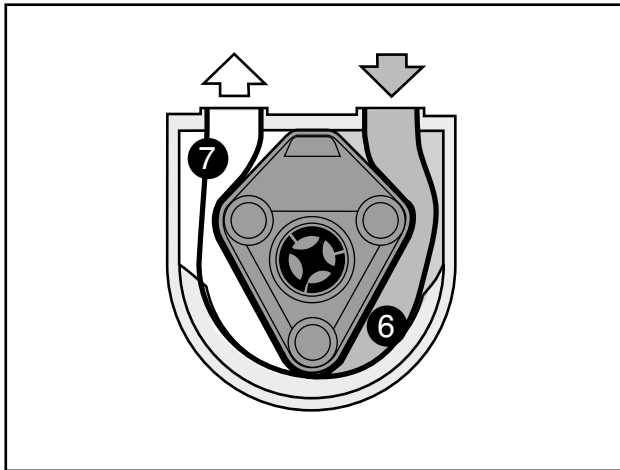

Fig. 7 6 Cámara del tubo flexible
Mientras que la cámara del tubo flexible, pos. 6 permanece constante, la cámara de presión de la pos. 7 se reduce por efecto de la rotación del rotor, produciéndose un acto de bombeo volumétrico (Fig. 7).